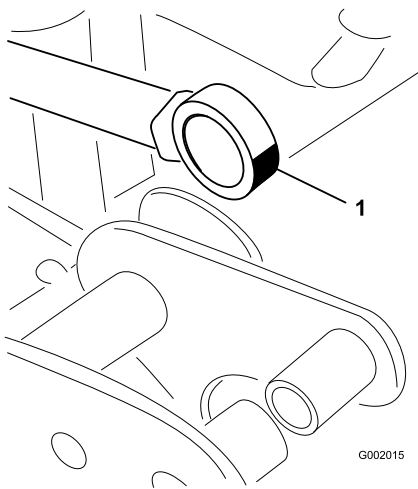

図 44
5. アクチュエータロッドのベアリング端部を動かしながらベアリング内部にグリスを注入する(図 44)。はみ出したグリスはふき取る。